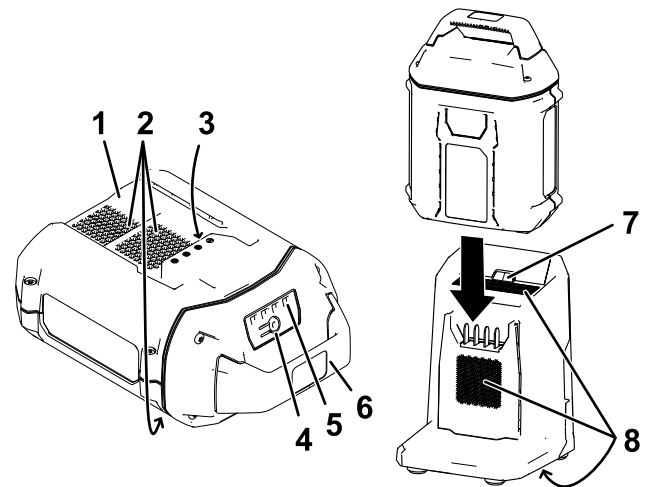

Figura 6
2. Allineate la cavità nel pacco batteria (Figura 6) con la linguetta sul caricabatteria.
3. Fate scorrere il pacco batteria nel caricabatteria fino a quando non è completamente in sede (Figura 6).